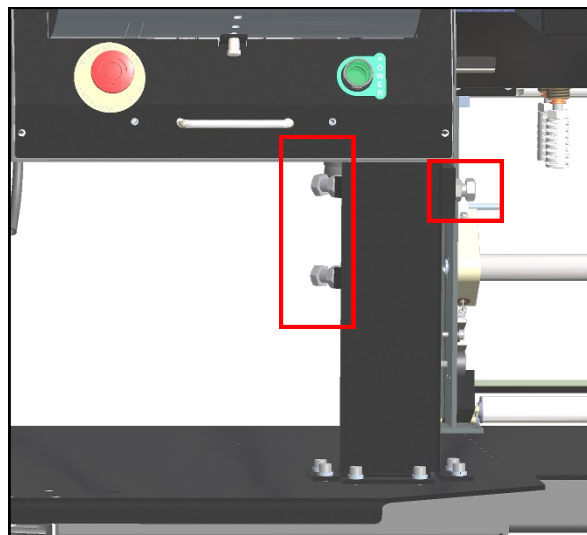

Figure 2-7A. Boulons de réglage de hauteur.
1. Desserrez les boulons de réglage de hauteur situés sur le montant du bâti. **Figure 2-7A.**